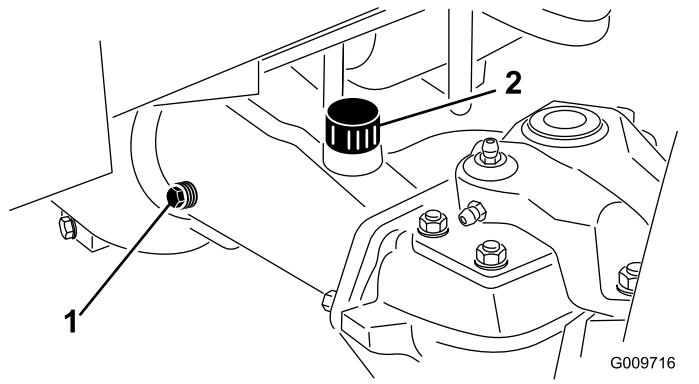

Figure 65
2. Enlevez un bouchon de contrôle à une extrémité du pont arrière (**Figure 65**) et vérifiez que le lubrifiant atteint la base de l'orifice. Si le niveau est trop bas, enlevez le bouchon de remplissage (**Figure 65**) et ajoutez une quantité suffisante de lubrifiant pour amener le niveau au bas des orifices de contrôle.